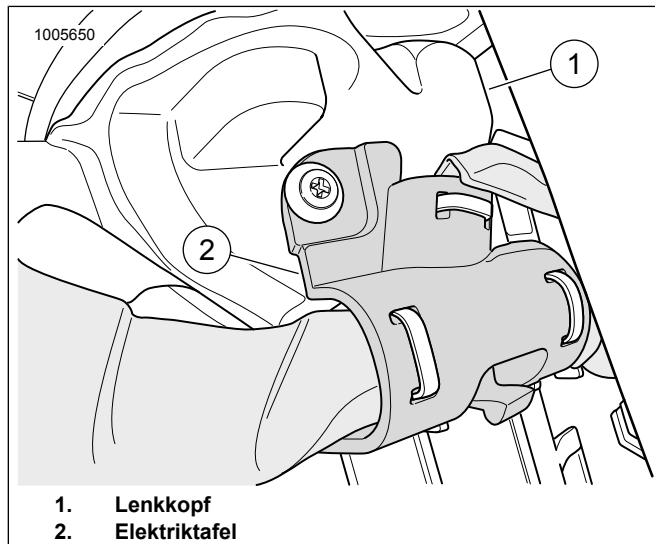

Abbildung 4. Lenkkopf
9. Siehe Abbildung 4. Das Ende des 48-in- Kabelbaums zum Lenkkopf (1) führen. Zum Befestigen des Kabelbaums eine ElektriKtafel (2) verwenden.